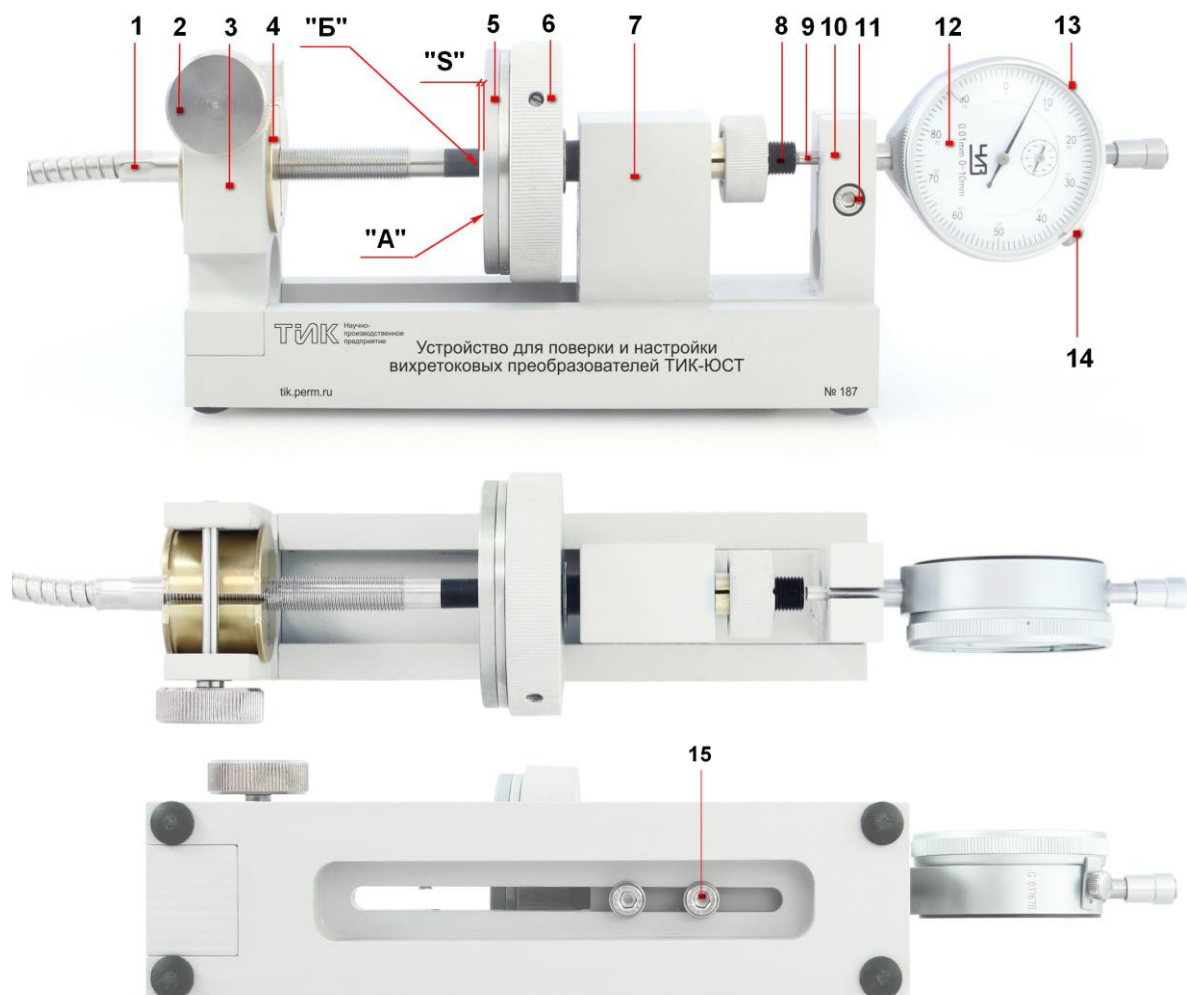

Рисунок 1. Устройство для проверки и настройки вихретоковых преобразователей ТИК-ЮСТ с преобразователем вихретоковым DS-х
1.2 Устройство для поверки и настройки вихретоковых преобразователей ТИК-ЮСТ (в дальнейшем – устройство) предназначено для создания калиброванного зазора «S» между поверхностью «А» измерительного диска поз. 3 (см. рисунок 1) устройства и поверхностью «Б» вихретокового преобразователя:
¹Возможна замена диска на диск из нужного заказчику материала (см. рисунок 1, п.5).
- На установочной поверхности подвижной каретки (рисунок 1 поз. 7) и на измерительной поверхности диска (рисунок 1 поз. 5) не должно быть царапин, забоин, сколов.
- Проверьте ход измерительного стержня (рисунок 1 поз. 9) ИЧ (рисунок 1 поз. 12). Ход должен быть плавным, без рывков.
- Поверхность вала (рисунок 1 поз. 8), в которую упирается измерительный стержень индикатора (рисунок 1 поз. 9) необходимо обезжирить, после чего протереть мягкой и чистой хлопковой салфеткой.
- Вращением барабана (рисунок 1 поз. 6) переместите вал в крайнее правое положение (выкрутить барабан по часовой стрелке).
- Освободите винтом (рисунок 1 поз. 11) стойку каретки (рисунок 1 поз. 10).
- Зафиксируйте ИЧ в стойке каретки винтом (рисунок 1 поз. 11).
- Проверьте ход измерительного стержня (рисунок 1 поз. 9) ИЧЦ (ГЦ) (рисунок 1 поз. 12). Ход должен быть плавным, без рывков.
- Поверхность вала (рисунок 1 поз. 8), в которую упирается измерительный стержень индикатора (рисунок 1 поз. 9), необходимо обезжирить, после чего протереть мягкой и чистой хлопковой салфеткой.
- Освободите винтом (рисунок 1 поз. 11) стойку каретки (рисунок Рисунок 1 поз. 10).
- Зафиксируйте ИЧЦ (ГЦ) в стойке каретки винтом (рисунок 1 поз. 11).
5.1.3 Установить вихретоковый преобразователь DS-х со сменной втулкой (рисунок 1 поз. 4) в стойку (рисунок 1 поз. 3) таким образом, чтобы паз сменной втулки располагался вверху, и поверхность «А» измерительного диска и поверхность «Б» поверяемого вихретокового преобразователя соприкасались. Вихретоковый преобразователь устанавливать в положение, при котором полка с гравировкой номера расположена горизонтально гравировкой вверх. Зафиксировать вихретоковый преобразователь со сменной втулкой винтом (рисунок 1 поз. 2). Сменная втулка определяется по таблице Таблица 3.
5.1.4 Если поверхность «А» измерительного диска и поверхность «Б» поверяемого вихретокового преобразователя не соприкасаются, то нужно освободить винты крепления (рисунок 1 поз.15) каретки (рисунок 1 поз. 7). Переместить каретку в нужное положение до соприкосновения поверхности «А» измерительного диска с поверхностью «Б» поверяемого вихретокового преобразователя. Зафиксировать положение каретки винтами (рисунок 1 поз. 15).
5.1.5 Вращением барабана (рисунок 1 поз. 6) переместить измерительный диск (рисунок 1 поз. 5) в крайнее правое положение. Большой циферблат индикатора должен показать ход 10 мм.
5.1.6 При невыполнении п. 5.1.5 необходимо ослабить винт (рисунок 1 поз. 11), сместить ИЧ вдоль его измерительной оси до получения величины хода 10 мм на малом циферблате, зафиксировать индикатор винтом.
5.1.7 Вращением барабана против часовой стрелки переместить измерительный диск влево до соприкосновения с вихретоковым преобразователем, необходимое усилие прижатия обеспечивается трещоткой барабана (3 щелчка), установить на малом и большом циферблате ИЧ значение «0» с помощью ободка индикатора (рисунок 1 поз. 13) и зафиксировать винтом (рисунок 1 поз. 14).
5.2.3 Установить вихретоковый преобразователь DS-х со сменной втулкой (рисунок 1 поз. 4) в стойку (рисунок 1 поз. 3) таким образом, чтобы паз сменной втулки располагался вверх, и поверхность «А» измерительного диска и поверхность «Б» поверяемого вихретокового преобразователя соприкасались. Вихретоковый преобразователь устанавливается в положение, при котором полка с гравировкой номера расположена горизонтально гравировкой вверх. Зафиксировать вихретоковый преобразователь со сменной втулкой винтом (рисунок 1 поз. 2). Сменная втулка определяется по таблице Таблица 3.
5.2.4 Если поверхность «А» измерительного диска и поверхность «Б» поверяемого вихретокового преобразователя не соприкасаются, то нужно освободить винты крепления (рисунок 1 поз. 15) каретки (рисунок 1 поз. 7). Переместить каретку в нужное положение до соприкосновения поверхности «А» измерительного диска с поверхностью «Б» поверяемого вихретокового
преобразователя. Зафиксировать положение каретки винтами (рисунок 1 поз. 15).
5.2.5 Вращением барабана (рисунок 1 поз. 6) переместить измерительный диск (рисунок 1 поз. 5) в крайнее правое положение. ИЧЦ (ГЦ) должен показать верхний диапазон измерения (в зависимости от типа и марки индикатора).
5.2.6 При невыполнении п. 5.2.5 необходимо ослабить винт (рисунок 1 поз. 11), сместить ИЧЦ (ГЦ) вдоль его измерительной оси до получения величины верхнего диапазона измерения (в зависимости от типа и марки индикатора), зафиксировать индикатор винтом.